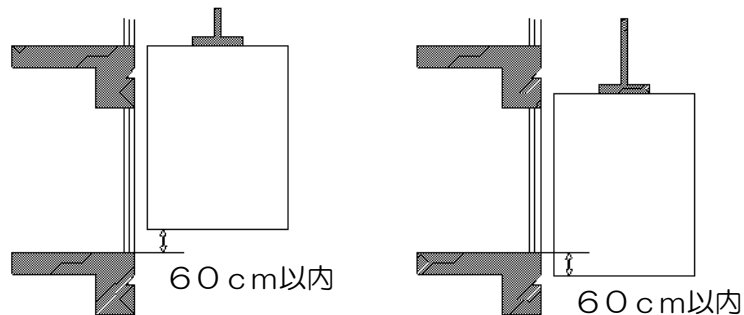

図8-4：かご床と乗場床が上下60cm以内の場合
- ① エレベーターが停止していると思われる階の乗場ドアを解除キーにて開ける。転落の恐れがありますので、最初は10cm程度開けてかごの位置を確認してください。
- ② 乗場ドアとかごドアと一緒に開く場合は作業手順5へ進む。
- ③ 乗場ドアとかごドアと一緒に開かない場合は、かご床と乗場床の段差がどれ位か調べます。
- ※ かご床と乗場床が上下60cm以内の場合は作業手順5へ進む (図8-4参照)